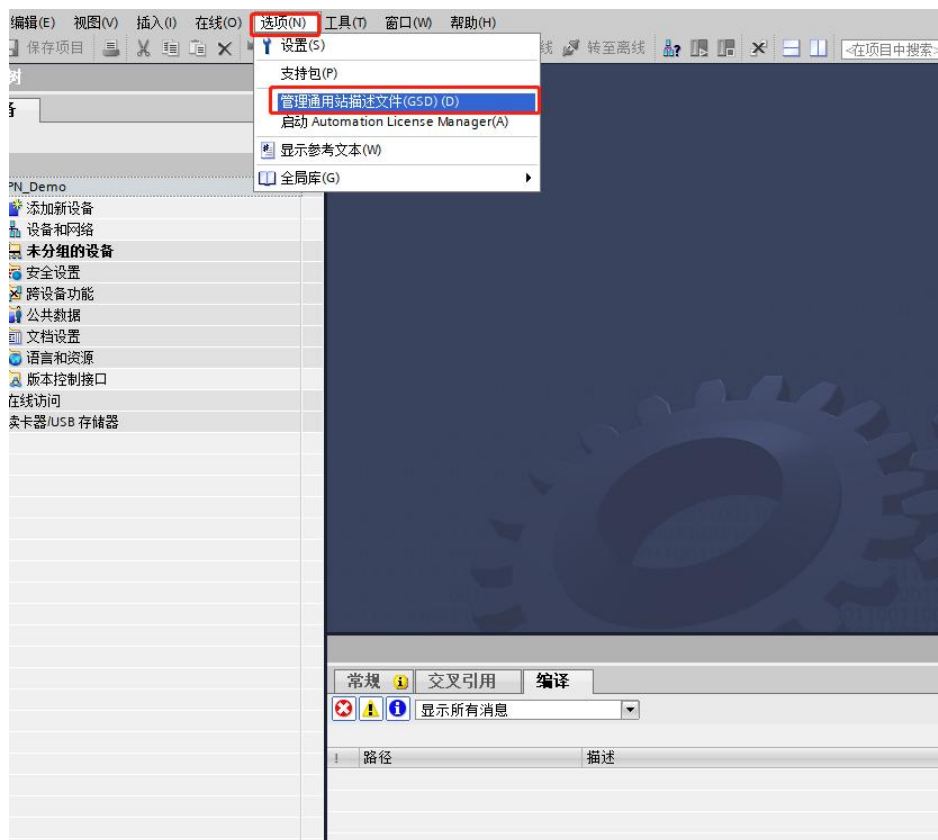

图 1-3a
2.1 如图添加 GSD 文件 (过程如图 1-3a~1-3c 所示):